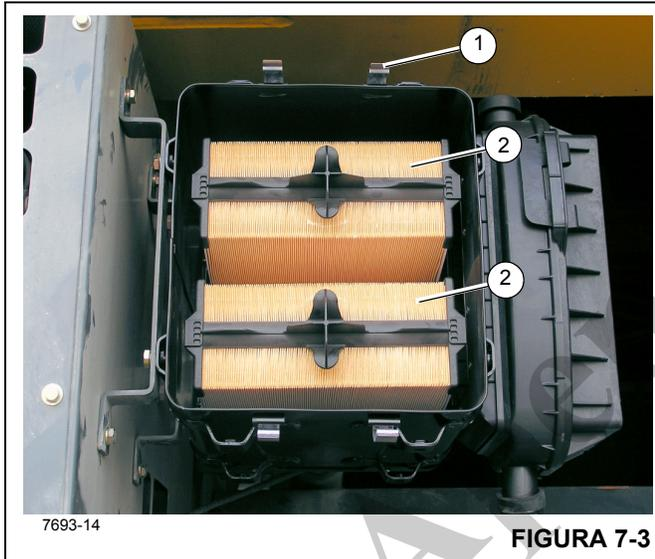

FIGURA 7-3
O sistema de admissão do ar (Figura 7-3) controla a qualidade e a quantidade do ar disponível para a combustão. Os componentes do sistema são o Purificador de ar, Turbo-compressor, Resfriador do turbocompressor e Cabeçote do cilindro. O ar de admissão é puxado através do Purificador de ar, comprimido e aquecido no lado do compressor do Turbocompressor. O ar é empurrado através do Radiador de ar para o Coletor de admissão de ar. O resfriamento do ar de admissão aumenta a eficiência da combustão, reduz o consumo de combustível e aumenta a potência. O ar é forçado na cabeça do cilindro para abastecer as entradas de admissão. O fluxo de ar da entrada de admissão para o cilindro é controlado pelas válvulas de admissão.
1. Levante as presilhas (1) (Figura 7-3) que fixam a tampa ao corpo do purificador de ar e remova a tampa.